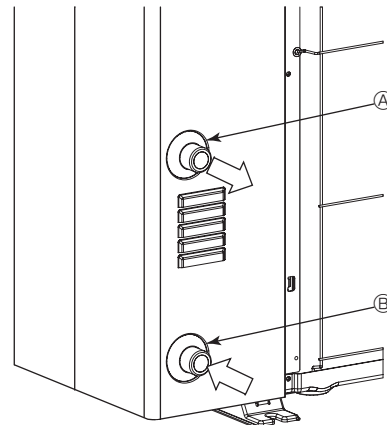

Fig. 5-1
### 5.1. Tilslutning af vandledninger (Fig. 5-1)
- Ind- og udgangsrørens placering er vist på Fig. 5-1.
[Fig. 5-1]